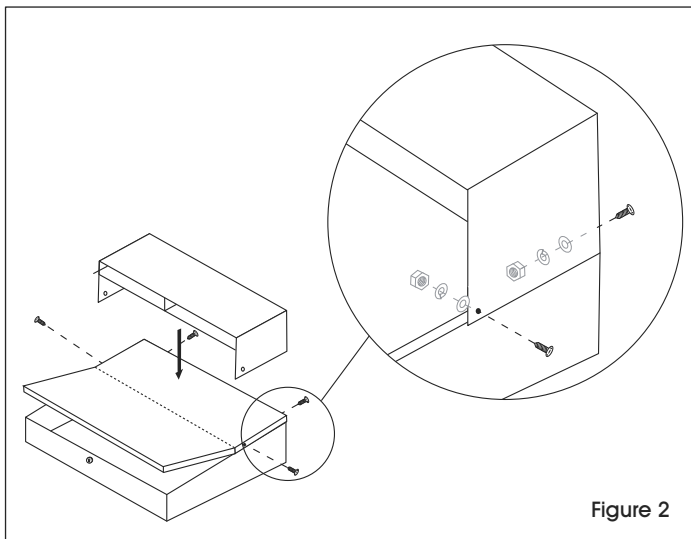

Figure 2
2. Place top shelf on top of the desk and assemble with four bolts, washers, lock washers, and nuts. (See Figure 2)
2. Placez la tablette supérieure sur le dessus du bureau et fixez-la à l'aide de quatre boulons, rondelles, rondelles de blocage et écrous. (Voir Figure 2)